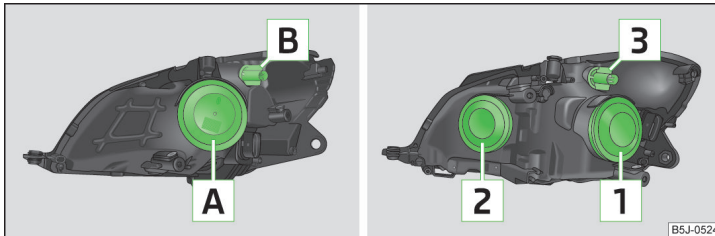

Abb. 154 Glühlampenordnung: Halogen-Scheinwerfer / Halogen-Projektorscheinwerfer
- Die Gummiabdeckung **A** » Abb. 154 auf Seite 177 abnehmen.
- Die Gummiabdeckung **1** » Abb. 154 auf Seite 177 abnehmen.
- Die Gummiabdeckung **2** » Abb. 154 auf Seite 177 abnehmen.
- Die Fassung **B** » Abb. 154 auf Seite 177 bzw. die Fassung **3** bis zum Anschlag **entgegen dem** Uhrzeigersinn drehen und zusammen mit der Glühlampe für Blinklicht herausnehmen.
- Die Gummiabdeckung **A** » Abb. 154 auf Seite 177 bzw. **2** abnehmen.